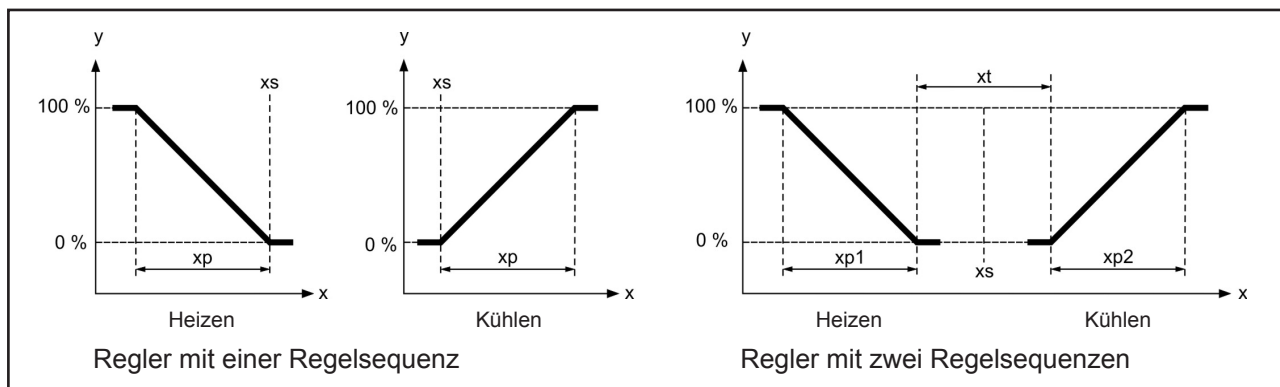

Abbildung 4: Sollwert-Zuordnung Stetigregler
Alle Stetig-Ausgänge sind invertierbar, um sie an die hydraulische Schaltung der Stellglieder anpassen zu können (z.B. normal geschlossene oder geöffnete Ventile). Als Standardeinstellung sind normal geschlossene Ventile (NG) vorgesehen (wie in Abbildung 4 dargestellt), so dass bei steigender Regelgröße für Heizen die Stellgröße sinkt und für Kühlen steigt. Sind die Stellglieder hydraulisch anders geschaltet (NO), muss der betreffende Ausgang invertiert werden.